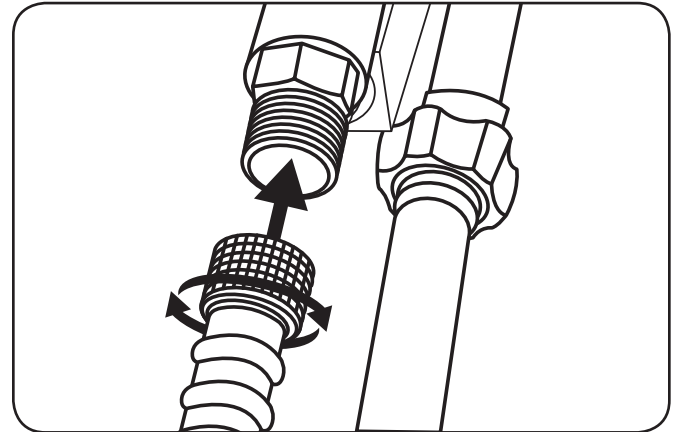

Figure 5-3
- Conecte la manguera de alta presión a la salida de la bomba. Ver la Figure 5-3.